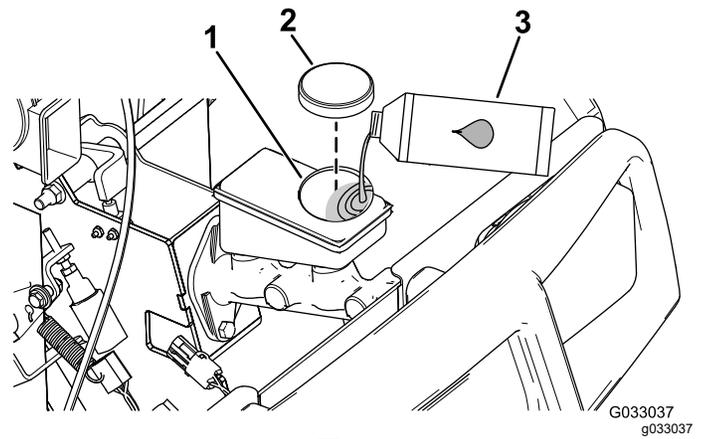

图 17
2. 抬起机罩可接触到主刹车油缸和油箱图 17。
- A. 清洁油箱盖附近的区域并取下油箱盖图 17。
- C. 安装油箱盖图 17。